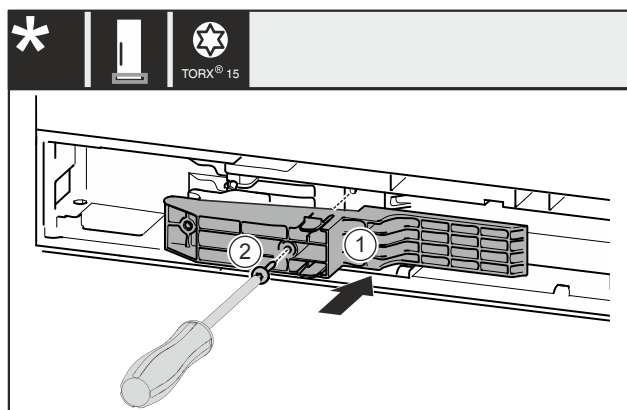

Fig. 52 *
- ▶ Umetnite adapterski element Fig. 52 (1) na stranu ručke u izrez.*
- ▶ Odvijačem pritegnite vijak Fig. 52 (2).*